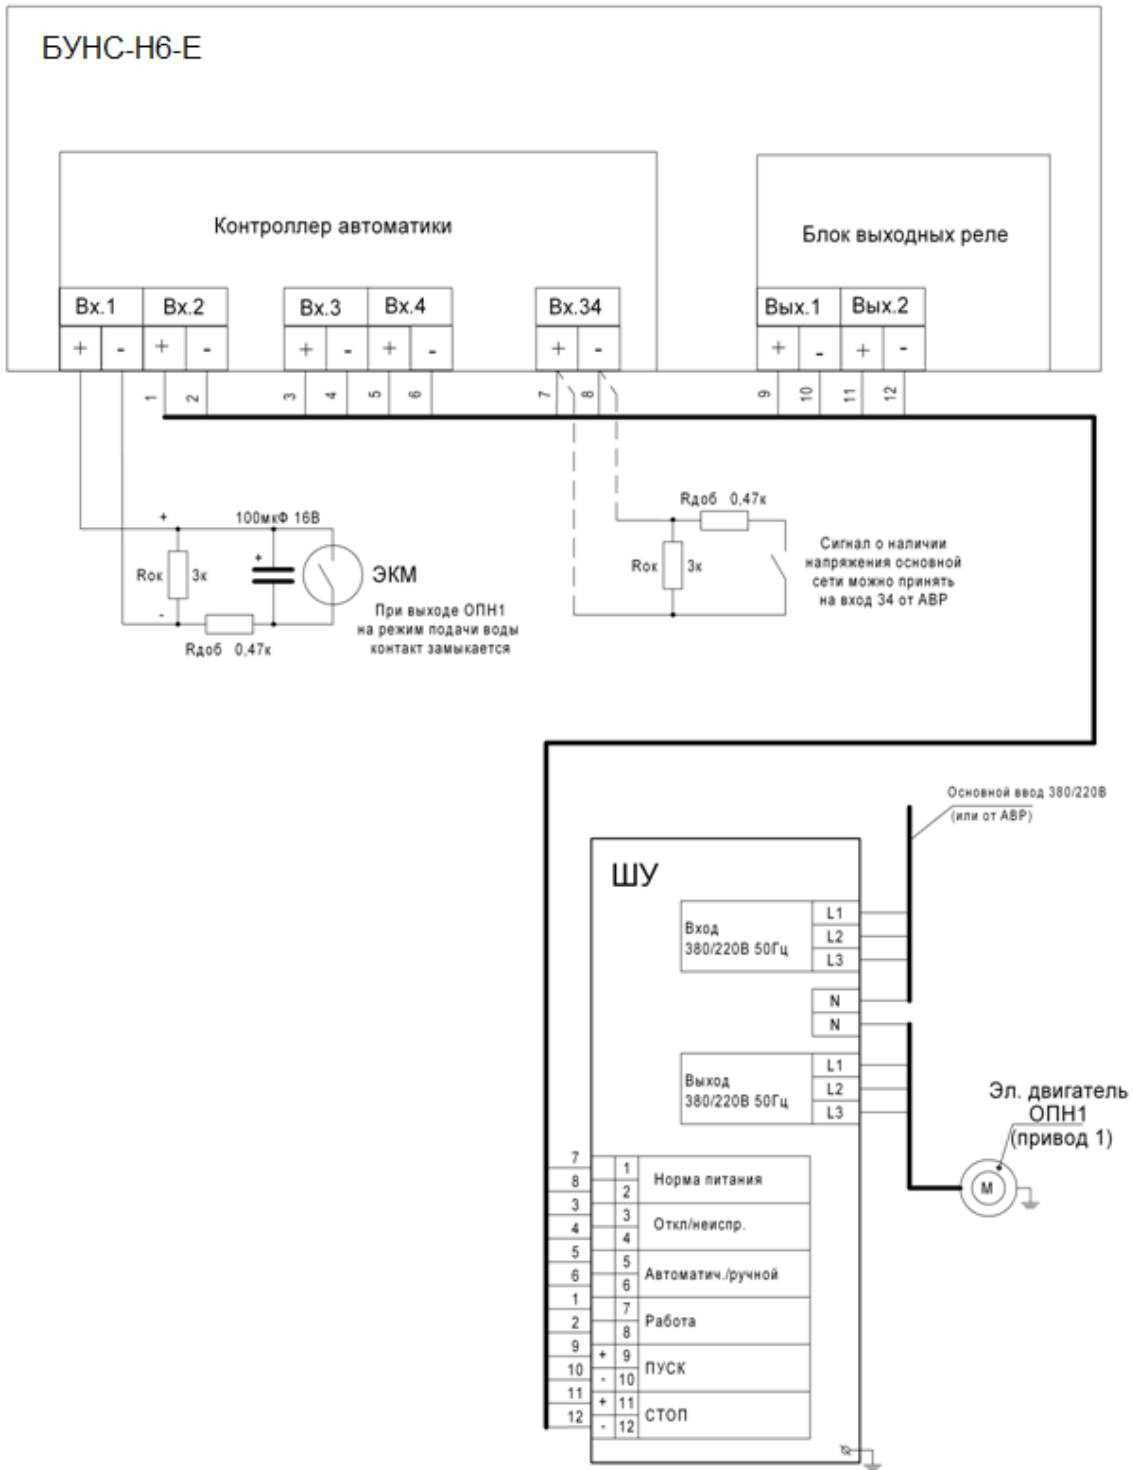

Рисунок 5.3
- рисунок 5.3 – основного пожарного насоса №1 (ОПН1) – привод 1;